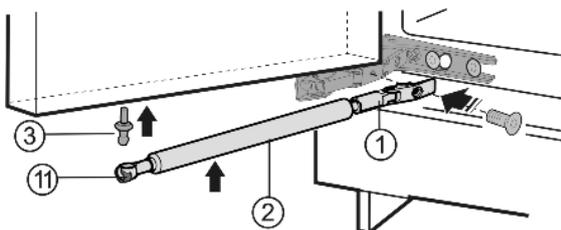

Fig. 5
- ▶ Завинтите шаровую головку Fig. 5 (3) в новое крепежное отверстие с моментом 4 Нм (Torx® 20).
- ▶ Снова сдвиньте натяжную пружину Fig. 5 (11) внутрь.
- ▶ Прикрутите держатель Fig. 5 (1) с моментом 3 Нм.
- ▶ Вставьте амортизатор закрывания дверей Fig. 5 (2) в шаровую головку.